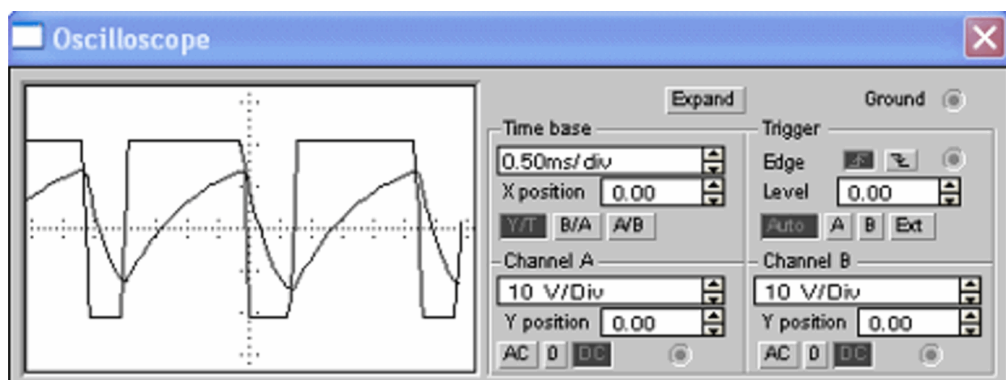

Рисунок 30 – Осциллограммы напряжения на конденсаторе и выходного сигнала.
4. Развернуть и настроить осциллограф, изменяя чувствительность и длительность развертки. На экране можно наблюдать изменение напряжения на конденсаторе и выходной сигнал (рисунок 30).